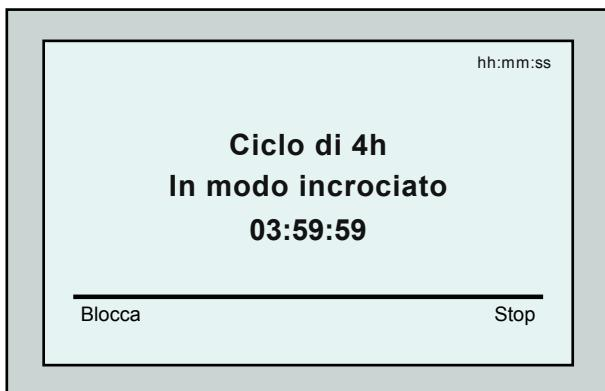

Figura 4: Schermata di conto alla rovescia per la sessione di 4 ore
Il robot inizia il suo ciclo di pulizia e MMI visualizza la schermata *Conto alla rovescia* (Figura 4):
Dalla schermata *Conto alla rovescia*, premere **Blocca** (Figura 4).
1. Dalla schermata di *conto alla rovescia* (Figura 4), premere il pulsante **Arresto**.